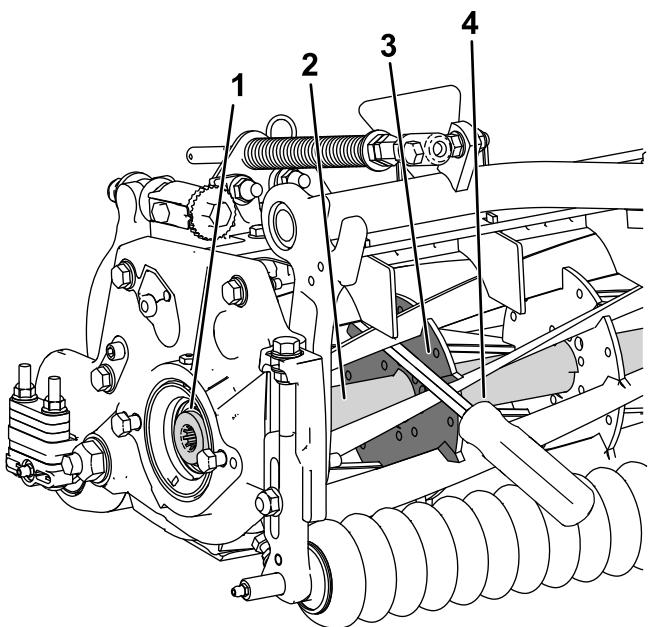

Figura 30
- Inserite un piede di porco con manico lungo ($\frac{3}{8}$ " x 12" raccomandato con manico a cacciavite) attraverso la parte anteriore del cilindro di taglio, più vicino al lato dell'apparato di taglio da serrare (Figura 30).
- Posizionate il piede di porco contro il lato di saldatura del rinforzo del cilindro di taglio interno (Figura 30).